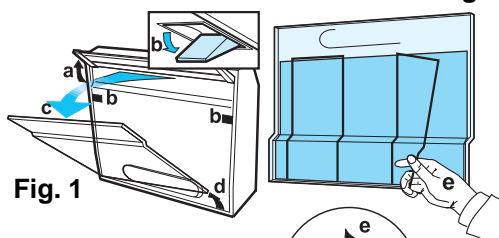

Fig. 1
2. Dégagez le panneau escamotable (Fig.1, a).
3. Ouvrez la grille d'aspiration (Fig.1, b-c-d).